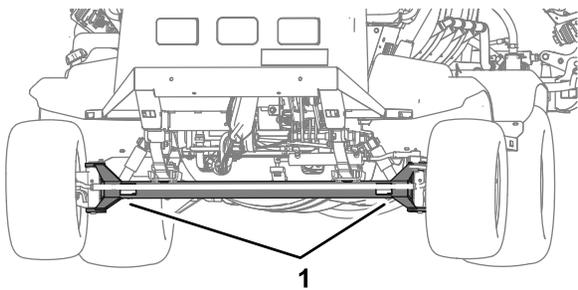
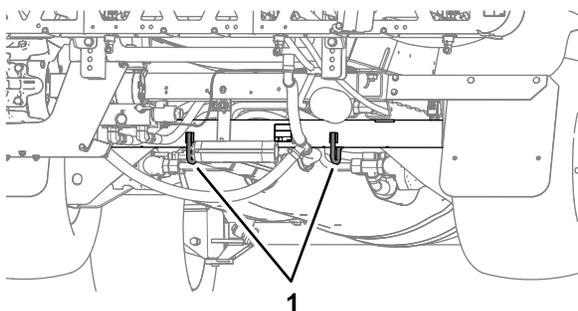

Рисунок 53
Рисунок 54
- Надежно прикрепите машину к транспортному автомобилю; на Рисунок 53 и Рисунок 54 показаны скобы для крепления машины.